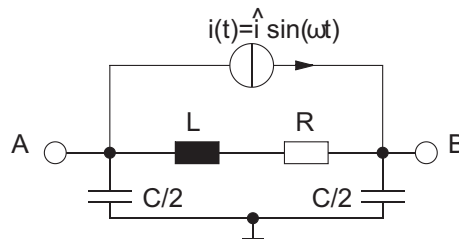

Abb. 1.3: Symmetrische Anregung
- b) Berechnen Sie die Eigenresonanzfrequenz f_r der Spule bei symmetrischer Anregung zwischen den Punkten A und B gemäß Abb. 1.3.
Die gezeigte Anordnung hat prinzipiell mehrere mögliche Eigenresonanzfrequenzen, je nachdem, wie sie angeregt wird. Für den in Abb. 1.3 gezeigten Fall der symmetrischen Anregung ist die Rückseite des Trägermaterials eine „virtuelle Masse“, da an Knoten A und B je der gleiche kapazitive Strom eingekoppelt wird, jedoch mit unterschiedlichem Vorzeichen. Effektiv wirksam für die Eigenresonanz ist in diesem Fall die Serienschaltung der beiden $\frac{C}{2}$, also $\frac{C}{4}$. Die Eingangsimpedanz ergibt sich folglich zu: